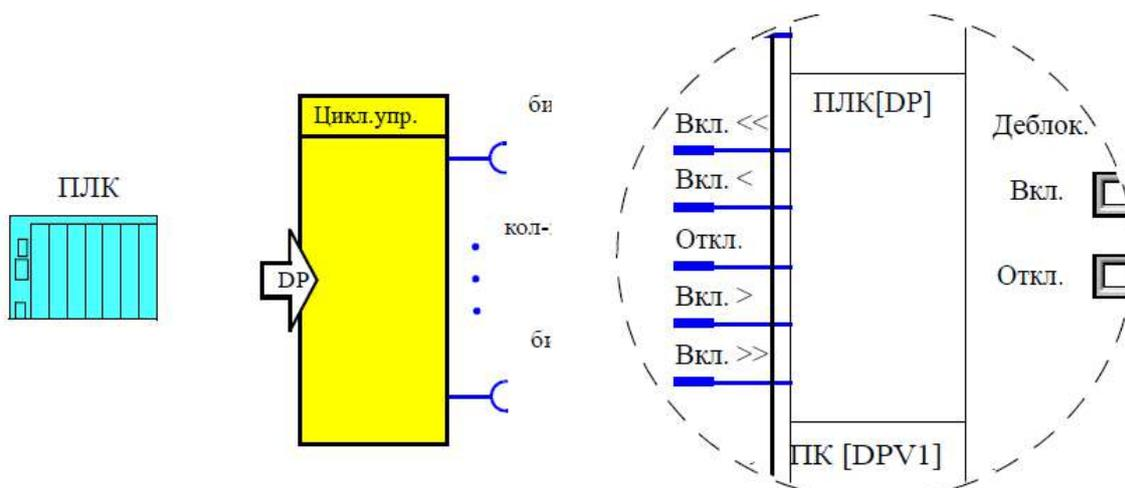

Рис. 2.7. Пост управления ПЛК
*Пост управления ПЛК* (рис. 2.7) – в основном предусматривается для подачи команд от системы автоматизации (ПЛК) через циклические телеграммы от PROFIBUS DP. Чтобы команды оказывали свое воздействие, необходимо произвести логическое сопряжение штекеров функционального блока «Посты управления» с любыми гнездами, обычно это функциональные блоки для циклических битов PROFIBUS DP (циклическое управление).